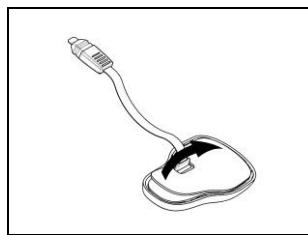

Fig. 3
- Rimuovere la pellicola protettiva dal retro della tastiera adesiva utilizzando l'apposita linguetta (Fig. 3).